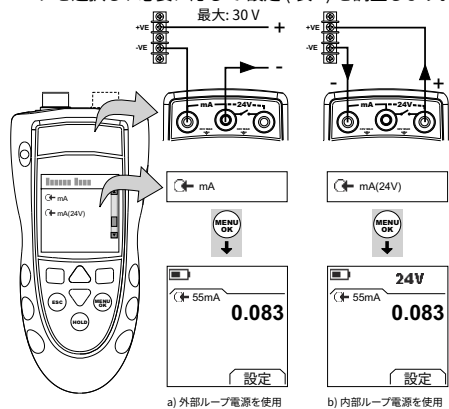

図 7: 構成例 - mA 測定
1. 本計器を接続し (図 7)、必要に応じてセットアップ (表 1) を調整します。
1. DPI802/802P 使用時。計器を校正装置に接続します (図 7)。